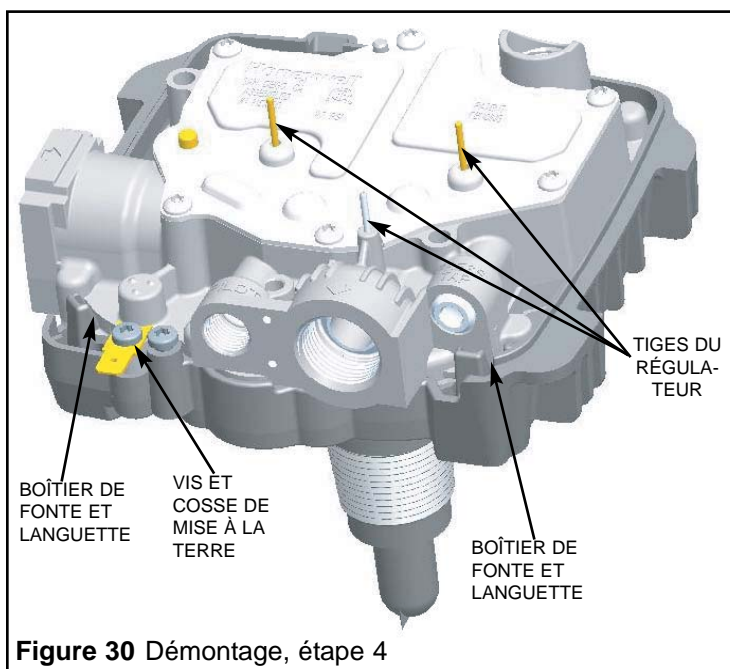

Figure 30 Démontage, étape 4
2. Dévissez la vis Torx et retirez la cosse de mise à la terre (voir Figure 30).